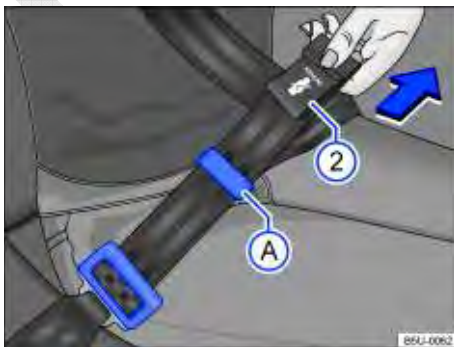

Fig. 56 Ajustar o cadarço do cinto de segurança.
- Puxar a parte superior (região em que se encontra a etiqueta) ⇒ Fig. 56 ② no sentido da seta. Manter uma distância do passador ④ à fivela conforme ⇒ Fig. 56 para facilitar o deslizamento do cadarço do cinto de segurança. Recomenda-se uma folga de até 5 cm (3 dedos) na região do tórax, para efeito de conforto.
- Após finalizar o ajuste, posicionar o passador ⇒ Fig. 56 ④ o mais próximo possível da etiqueta na extremidade do cinto de segurança ⇒ Fig. 56 ②.